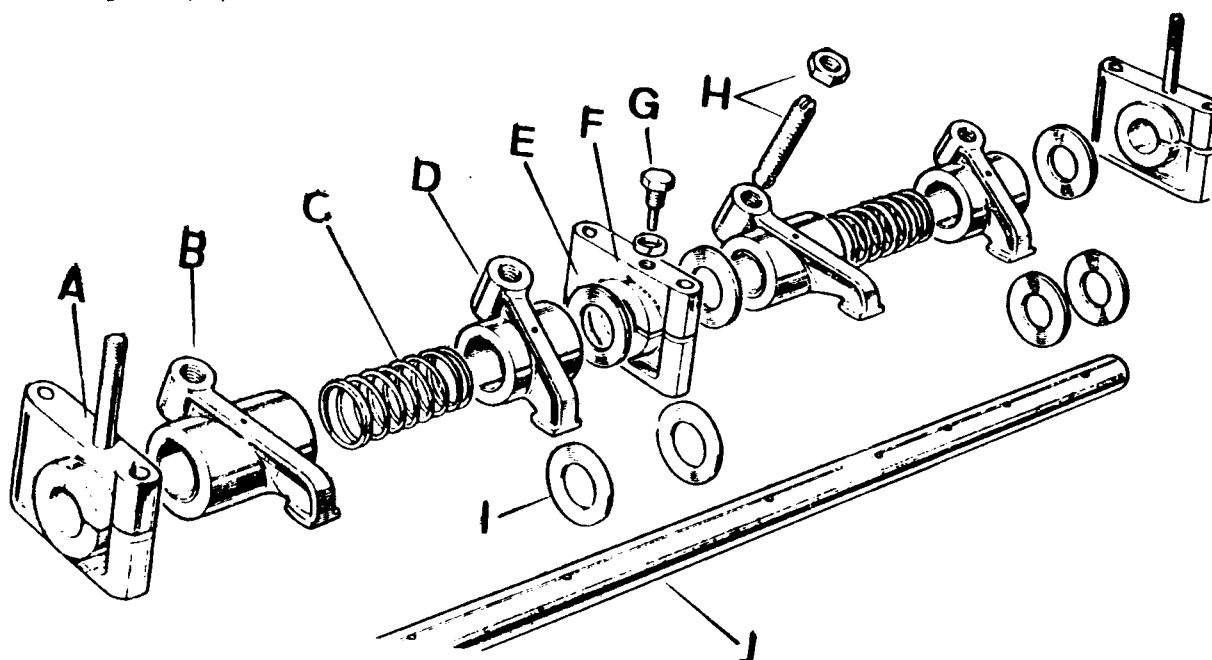
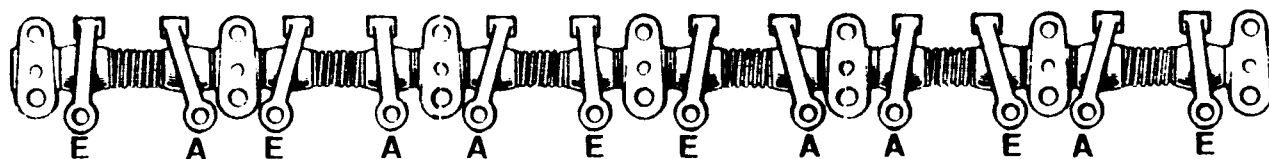

Fig. A3-46A. Sección delantera del árbol de balancines
Fig. A3-48 Colocación de los balancines según la inclinación de éstos
- 1.1. Extraer los tornillos de ajuste, H (Fig. A3-46A).
- 1.2. Desmontar los tres tornillos, G (Fig. A3-46A) que posicionan los ejes, con respecto a los soportes, F, y balancines, D.
- 1.3. Separar todas las piezas que componen el conjunto árbol de balancines (Fig. A3-46A). 4
3.1. Fijar uno de los soportes intermedios, F (Fig. A3-46A) al eje o ejes, J, y fijar éstos con un tornillos, G, en el agujero de mayor diámetro del eje.
3.2. Realizar el montaje de las demás piezas, teniendo en cuenta la posición de las arandelas distanciadoras y separadoras para centrar los balancines con respecto a las válvulas. Así como distinguir los balancines de escape y los de admisión, ya que los de admisión, D (Fig. A3-46A) tienen el cuerpo más corto que los de escape, B. La posición que deberán llevar los balancines con respecto a la inclinación hacia la izquierda o derecha que estos disponen, puede observarse en la Fig. A3-48.
- 3.3. Montar los tornillos de ajuste y sus contratuercas, H (Fig. A3-46A)